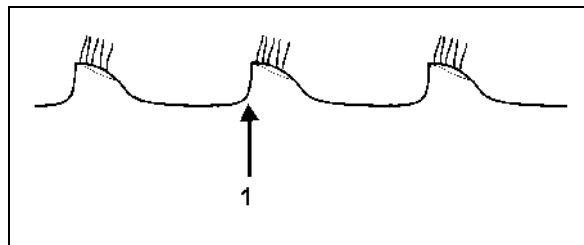

Fig. 22
- (Fig. 22): Skjærekanten på 2. skålsrekke er ikke synlig og følger 1. skålsrekke. Forskyv 1. skålsrekke mot venstre.